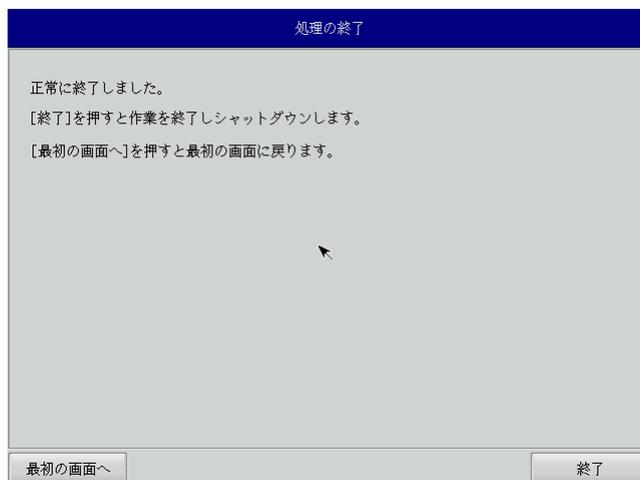

図 6-3-6. 終了画面
- ⑪ 終了画面（図 6-3-6）が表示されるとバックアップ作業は完了です。[終了]ボタン押して電源を落としてください。